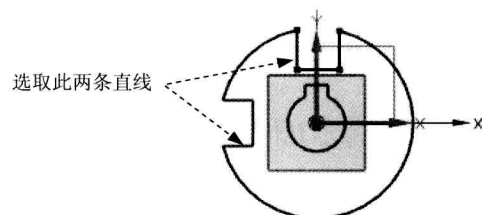

图 2.13.12 添加约束 (八)
Step 8 参照步骤 5 添加图 2.13.12 所示的“相等”约束。